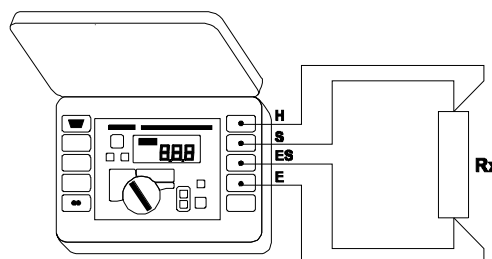

Рис.7. Четырехполюсная схема для измерения сопротивления
2. Подключить измеряемое сопротивление к клеммам „H” и „S” и клеммам „ES” и „E” в соответствии с Рис.7.